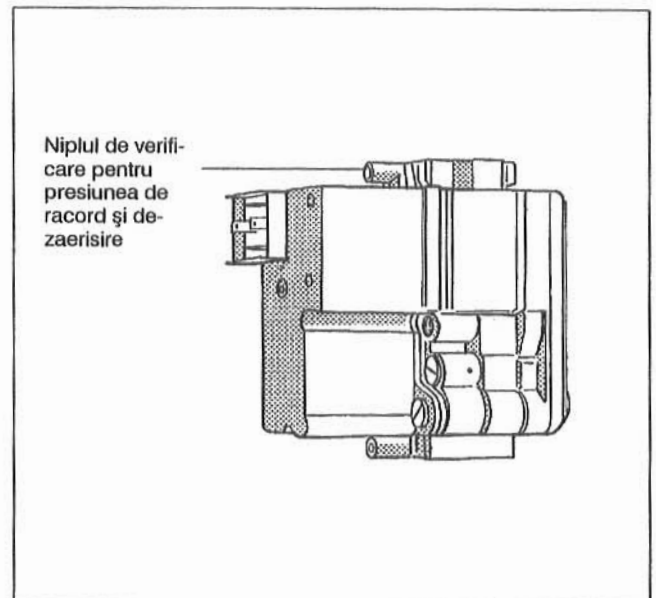
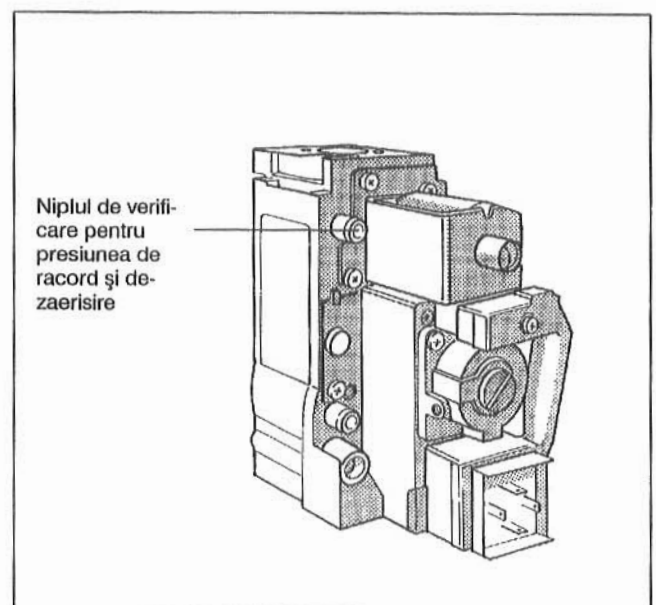

Fig. 14: Armătura arzătorului cu gaz "BM" 762-012
Fig. 15: Armătura arzătorului de gaz "Honeywell" VR 4601
- Dezaerisirea conductei de alimentare cu gaz: Șurubul de închidere a niplului de verificare pentru presiunea de racord și dezaerisire de la armătura arzătorului de gaz (Fig. 14 respectiv Fig. 15) se va desface ușor, numai două rotații. Dacă nu mai este aer se închide din nou șurubul de închidere a niplului de verificare.